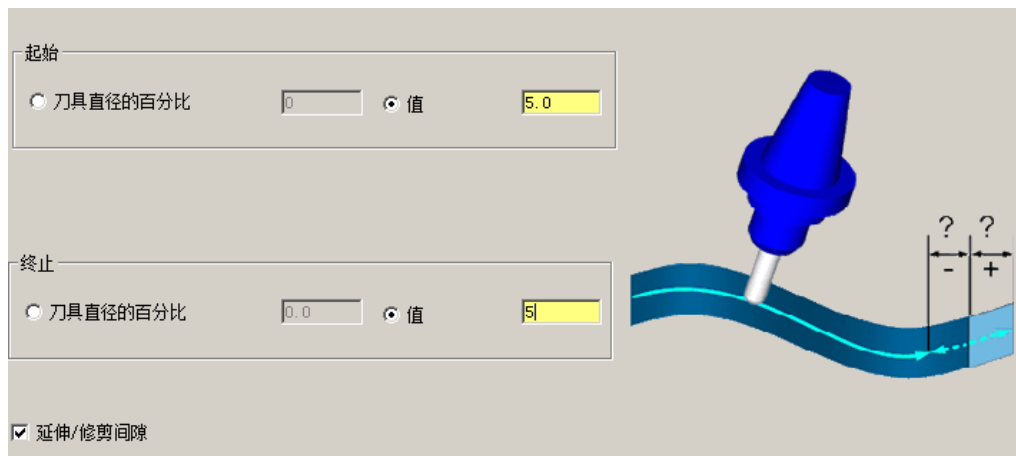

图 7.8.6 设置“延伸修剪”参数
(3) 在**区域**区域的**类型**下拉列表中选择**通过切削次数确定**选项，在**切削次数**文本框中输入值 1，选中**圆角**和**延伸/修剪**选项，其余切削参数采用系统默认设置值。
(4) 在“多轴刀路 - 与多条曲线平行”对话框的左侧列表中单击**切削模式**节点下的**圆角**节点, 在**附加半径**文本框中输入值 1。
(5) 在“多轴刀路 - 与多条曲线平行”对话框的左侧列表中单击**切削模式**节点下的**延伸/修剪**节点, 采用图 7.8.6 所示的参数。